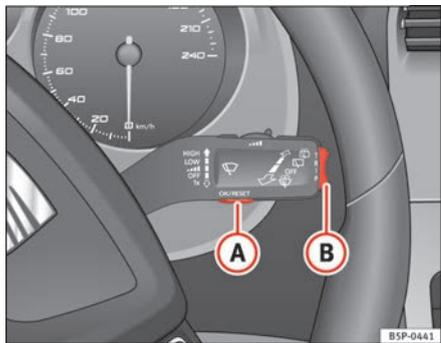
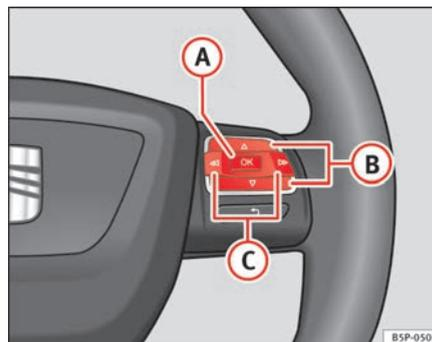

Fig. 43 Alavanca do limpavidros: tecla A para confirmar opções do menu e tecla basculante B para trocar de menu
Fig. 44 Comandos no volante: botão A para confirmar opções do menu e botão B para mudar de menu
⇒ página 68, fig. 44 até visualizar o menu no visor. Já está dentro deste menu.
- Para mudar de uma memória para a outra, premir brevemente o botão **A** ⇒ página 68, fig. 43 ⇒ página 68 do manípulo do limpa-vidros ou o botão **OK** do volante multifunções ⇒ página 68, fig. 44 ⇒ página 68 com a ignição ligada. ▶
No indicador multifunções pode consultar os seguintes dados accionando o botão basculante **(B)** ⇒ página 68, fig. 43 ⇒ página 68 do manípulo do limpa-vidros ou premindo o botão **(Δ)** ou **(▽)** ⇒ página 68, fig. 44 do volante multifunções*.